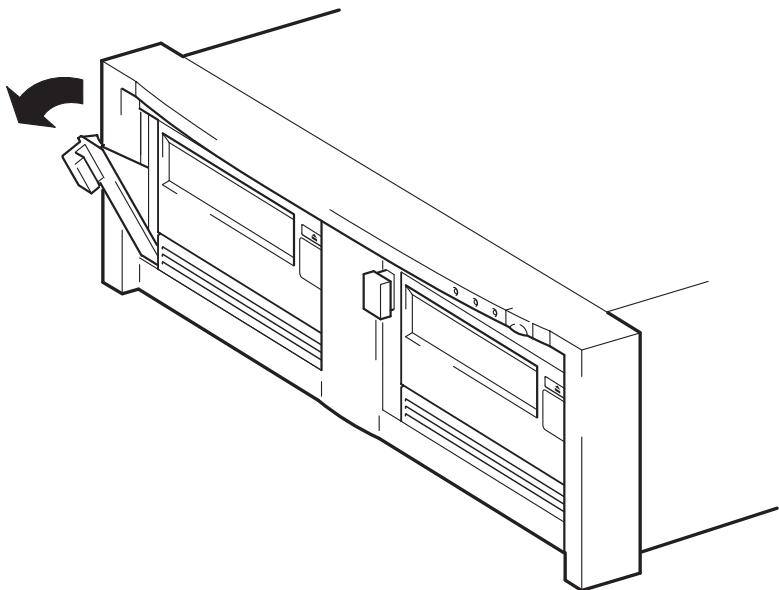

Figure 9a : abaissement du levier d'extraction
- 1 Tirez le levier d'extraction du lecteur à remplacer vers l'avant de façon à extraire le lecteur (voir figure 9a).